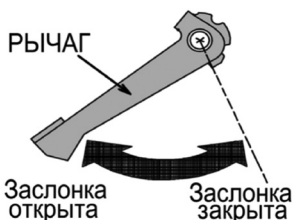

Рис. 8 Рычаг управления воздушной заслонкой карбюратора
1. Закройте воздушную заслонку карбюратора. Для этого рычаг управления воздушной заслонкой (Рис. 8) установите в крайнее правое положение.